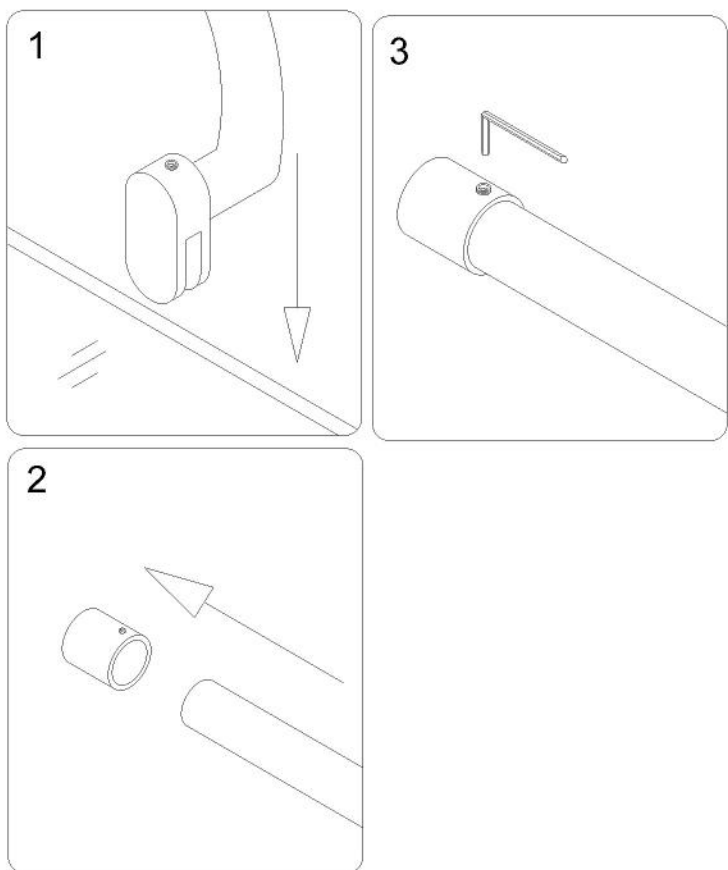
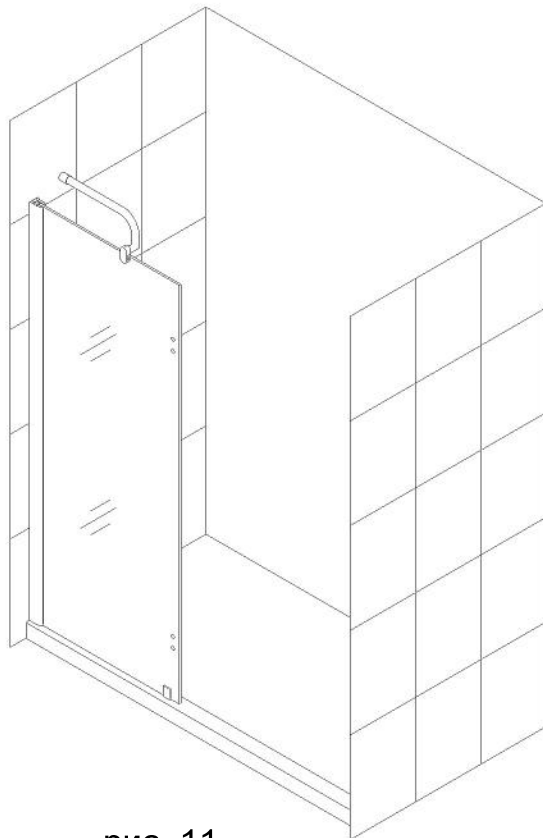

рис. 10
рис. 11
8. Поместите Держатель (03) пазом на Стационарное стекло(02) и вставьте другой конец в скобу. Затяните фиксирующие винты, предусмотренные на концах Держателя (03). См. рис. 10 и рис. 11